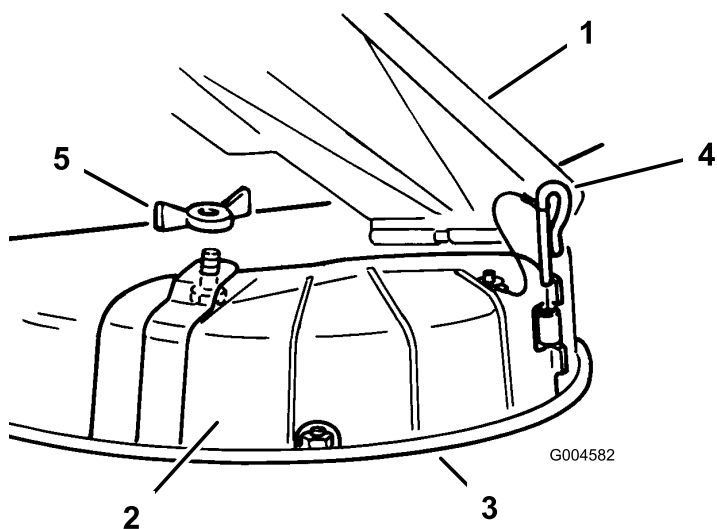

Figura 25
3. Levante el deflector de hierba y coloque la tapa de descarga sobre la abertura, en el borde inferior del cortacésped, e introdúzcala en la bisagra delantera (Figura 25).
- Coloque el pasador en la bisagra (Figura 25).
- Fije la tapa de descarga al cortacésped con la tuerca de orejeta (Figura 25).